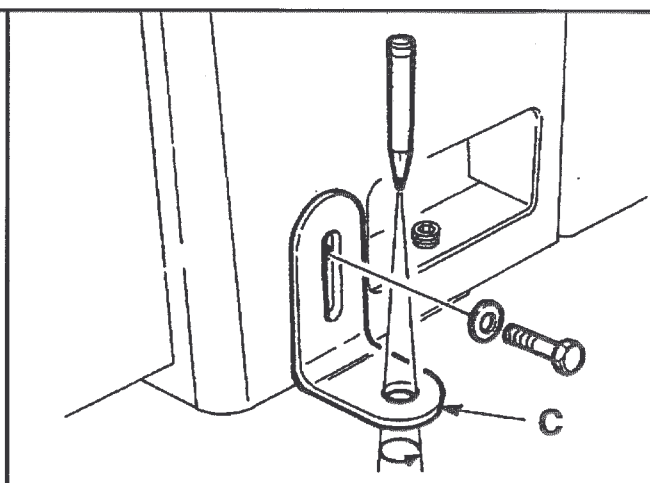

Fig. 05-02
- Inserire gli appositi squadretti "C" nei punti prestabiliti ed avvitarli nei fori ricavati nella struttura (Fig. 05-02).